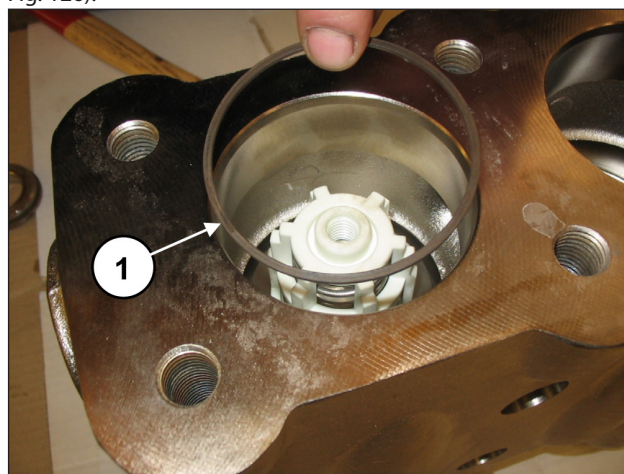

Fig. 126
Inserire l'anello antiestrusione, pos. esploso n. 16 (pos. ①, Fig. 126).